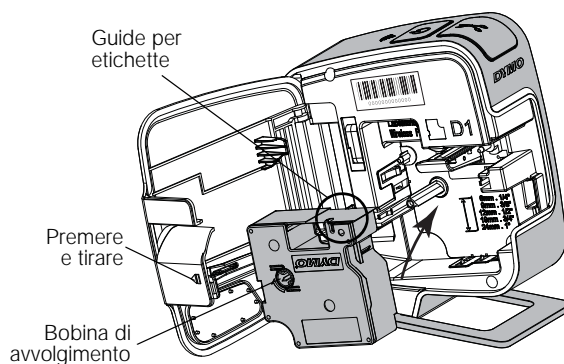

Figura 4
- 1 Premere  e tirare verso l'esterno per aprire il coperchio laterale dell'etichettatrice. Vedere la Figura 4.
- 2 Verificare che il nastro sia ben teso lungo l'apertura della cartuccia e che passi tra le guide. Vedere la Figura 4.